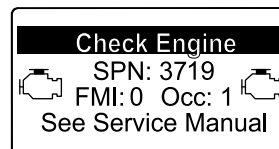

Figure 40
- Si une régénération d'urgence est nécessaire, l'InfoCenter affiche l'avertissement moteur SPN 3719, FMI 16 (Figure 40) et le calculateur moteur réduit la puissance du moteur à 85 %.